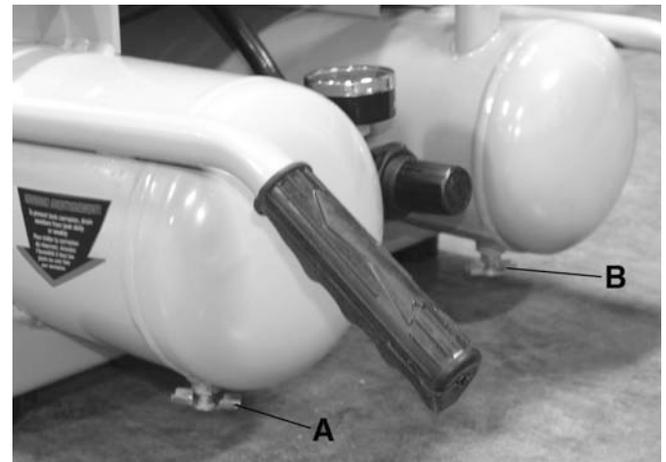

FIGURE 4
SOUPAPES DE VIDANGER (A ET B) FIG.4: Les soupapes de vidanger sont situées à la base de chaque réservoir et sert à vider la condensation au terme de chaque usage. Tournez les soupapes dans le sens horaire pour les ouvrir (aucune accumulation de pression dans les réservoirs). Tournez les soupapes dans le sens antihoraire pour les fermer (accumulation de pression dans les réservoirs).
- 3) Tournez les soupapes de vidanger (A et B) Fig.4 dans le sens horaire, les ouvrant entièrement pour écoulez l'eau dans les réservoirs.